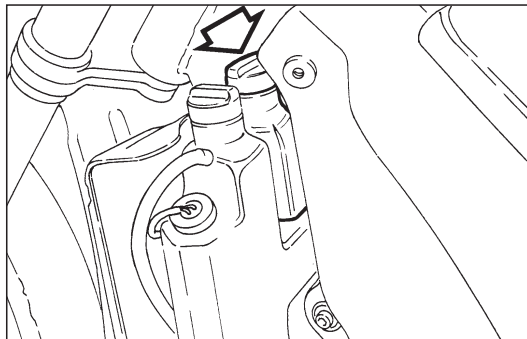

Fig. 26
El nivel del líquido debe encontrarse entre 1/4 y 3/4 de la capacidad del depósito de expansión (Fig. 26). De resultar necesario, rellene.
CONTROL Y RELLENO (Fig. 26)
- ◆ Quite el tapón del depósito de expansión (Fig. 26).